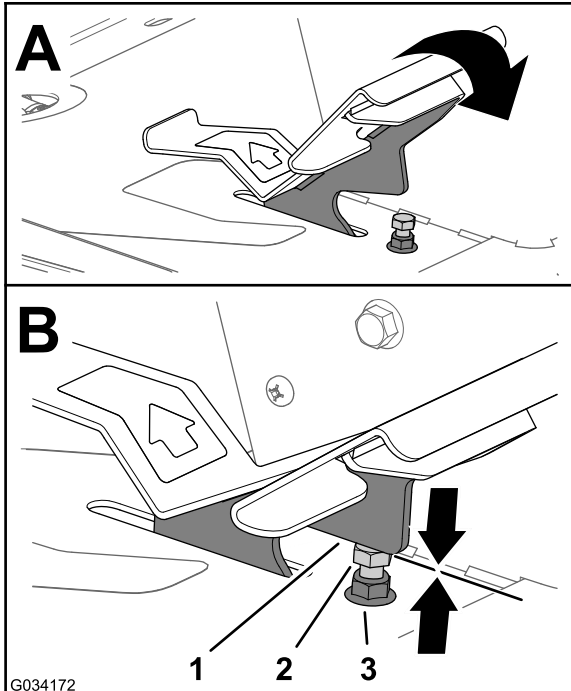
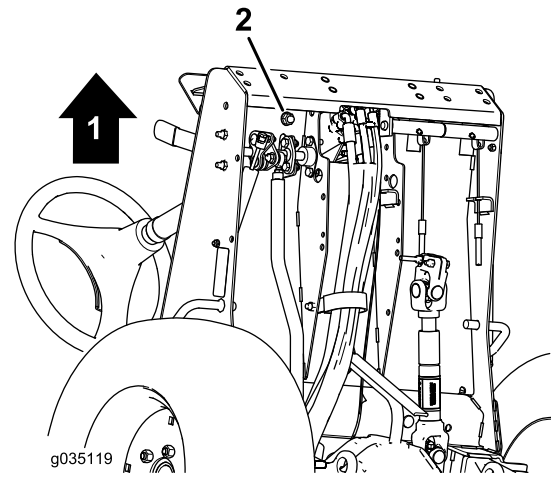

Bild 78
Bild 79
1. Drücken Sie das Fahrpedal ganz durch (**Bild 78**).
- A. Halten Sie den Fahrpedalanschlag (**Bild 78**) mit einem Schraubenschlüssel fest.
- B. Lösen Sie die Klemmmutter an der Unterseite der Fußplattform-Platte (**Bild 79**).
- C. Bewegen Sie das Fahrpedal in die Vollgas-Stellung (**Bild 78**).
- D. Den Fahrpedalanschlag festhalten, die Klemmmutter oberhalb der Fußplattform-Platte (**Bild 78**) einstellen, bis das Fahrpedal den Anschlag berührt.
- F. Halten Sie den Fahrpedalanschlag fest und ziehen Sie die Klemmmutter an der Unterseite der Fußplattform-Platte (**Bild 78** und **Bild 79**) auf 37-45 N·m an.